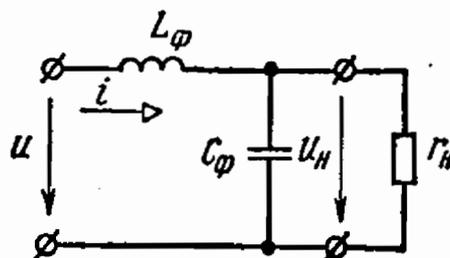

Рис. 8.15
8.15. Для уменьшения пульсаций напряжения на резисторе, подключенном к двухполупериодному выпрямителю, применен Г-образный LC-фильтр, собранный по схеме рис. 8.15.